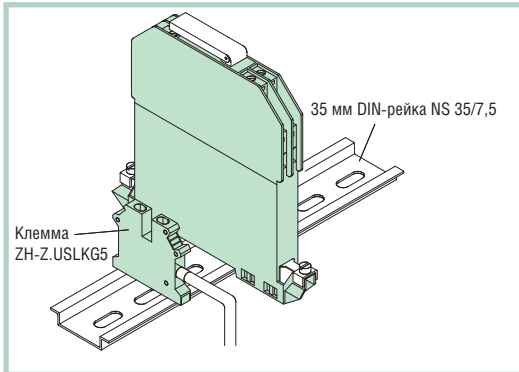

Рис. 10. Эквипотенциальное соединение через стандартную направляющую
1. Эквипотенциальное соединение через стандартную DIN-рейку (заземление всех установленных БИС — рис. 10).